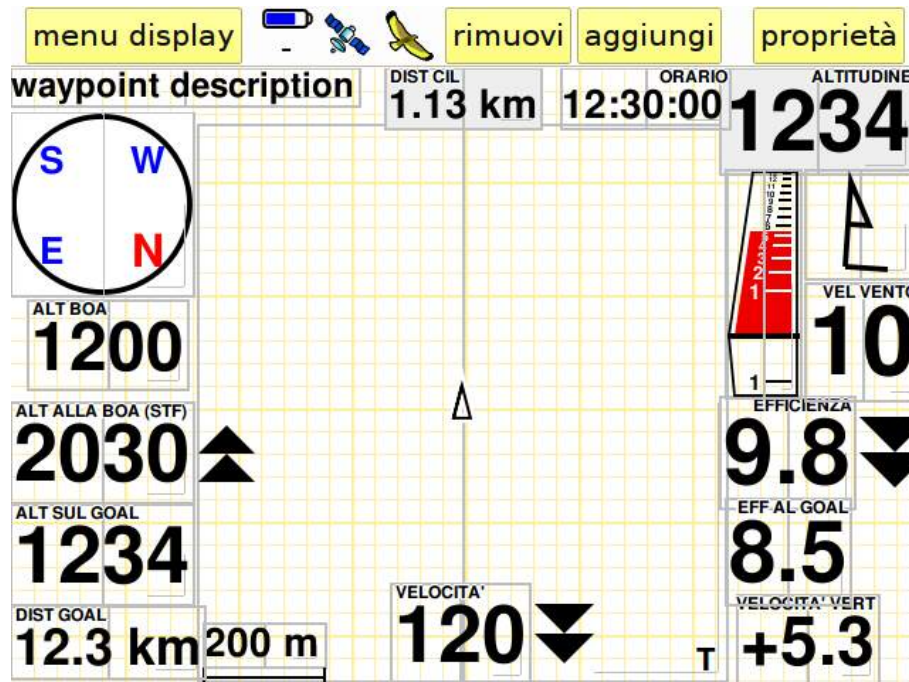

Figura 11: modifica di un display
- **Modifica:** dà accesso alla configurazione delle informazioni visualizzate nei display. L'interfaccia (Figura 11) ti mostra tutti i campi che fanno parte del display selezionato. Ogni campo è suddiviso in 2 metà: toccando la metà di sinistra puoi spostare il campo a piacere sul display; la metà di destra serve invece a ridimensionare il campo. I campi informativi
Modificare un display è veloce e semplicissimo. Evidenziato il nome desiderato dalla lista e premuto il tasto **modifica**, si accede all'editor. Vedrai la disposizione dei campi informativi (Figura 11), ciascuno dei quali delimitato da un rettangolo grigio. Toccando un dato questo viene evidenziato con un bordo rosso e da quel momento potrai modificarlo. Il dato è diviso in due metà: la sinistra serve per spostare l'oggetto in qualunque punto del display, anche sovrapposto ad altri dati; la metà di destra serve a ridimensionare l'oggetto. Per spostare o ridimensionare un oggetto, basta esercitare una leggera pressione nel settore adatto e muovere il dito sulla superficie del display.